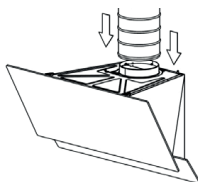
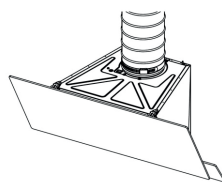

Рис. 4
Рис. 4.1
3. Соедините воздуховод с адаптером вытяжки. Выведите другой конец воздуховода в вентиляционную шахту. Убедитесь в отсутствии щелей в соединениях (Рис. 4), (Рис. 4.1).